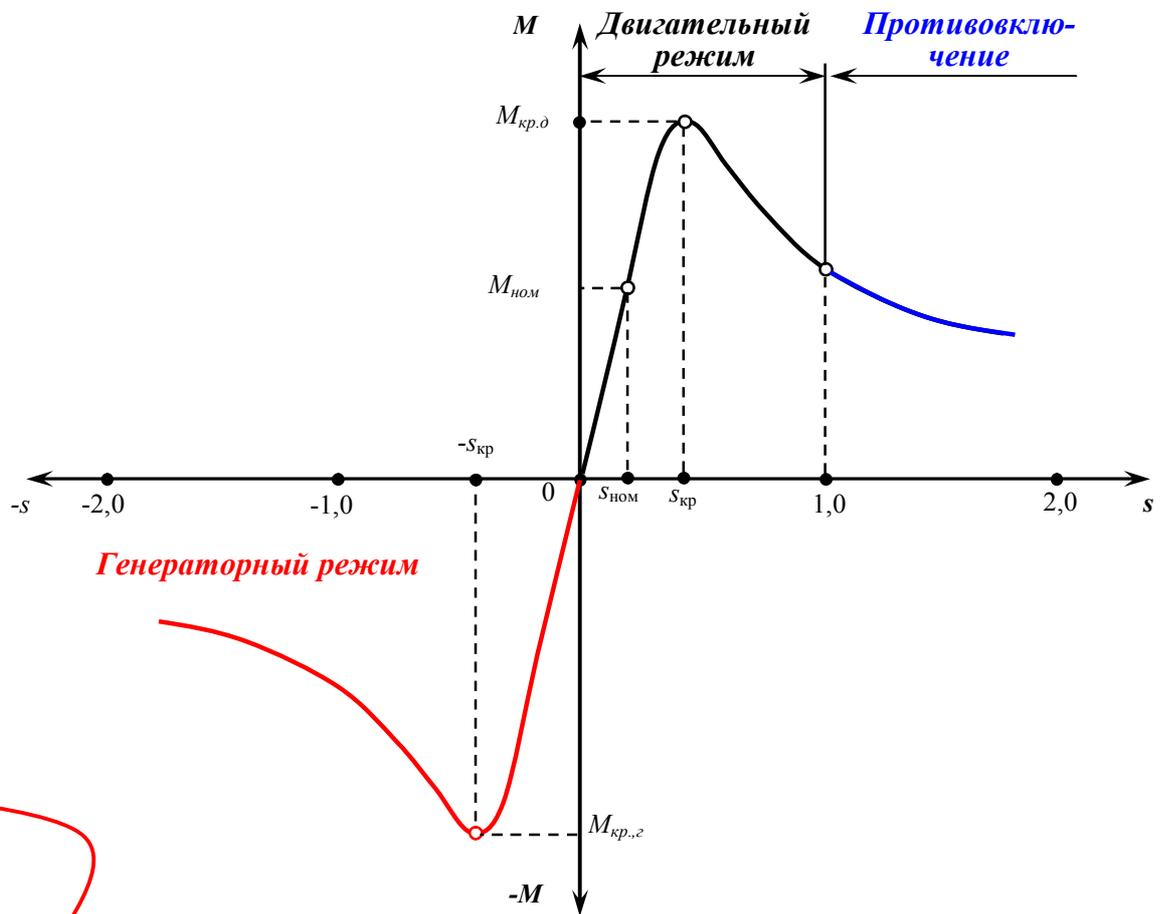

Рис. 1. Механическая характеристика асинхронного двигателя
6. Построение графика механической характеристики двигателя (рис. 1) осуществляется на основании использования формулы Клосса: